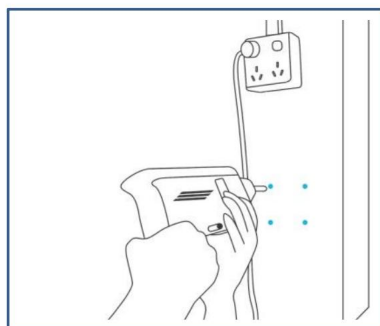

Fig.4.
4. Percez quatre trous aux emplacements marqués. Assurez-vous que votre zone de montage est structurellement sain et exempt de toute obstruction. Bouillir (Fig. 4.)